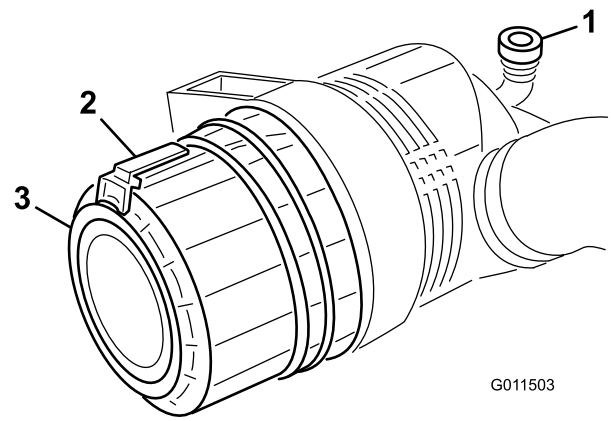

Figura 49
1. Puxe o trinco para fora e rode a cobertura do filtro de ar no sentido contrário ao dos ponteiros do relógio(Figura 49).
7. Instale a tampa orientando a válvula de saída de borracha (Figura 49) para uma posição descendente – entre aprox. 5:00 e 7:00, na perspectiva extremidade. Fixe o trinco.